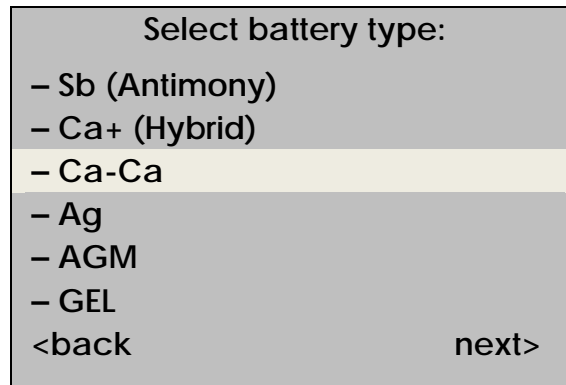

Рисунок 3.12
3.7.5 В появившемся окне «**Select battery type**» необходимо выбрать тип испытуемого ЭХИП (в приведенном примере выбираем строку «Са-Са») и перейти в следующее окно, выполнив команду «**next**» нажатием кнопки «→» (рисунок 3.12).